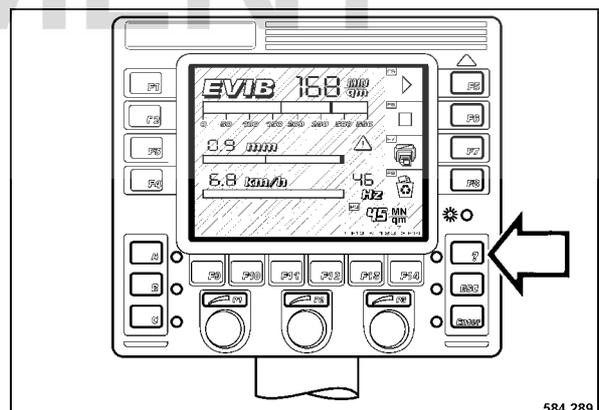

fig. 74
- Confirmer avec la touche "?" (menu). (fig. 74).